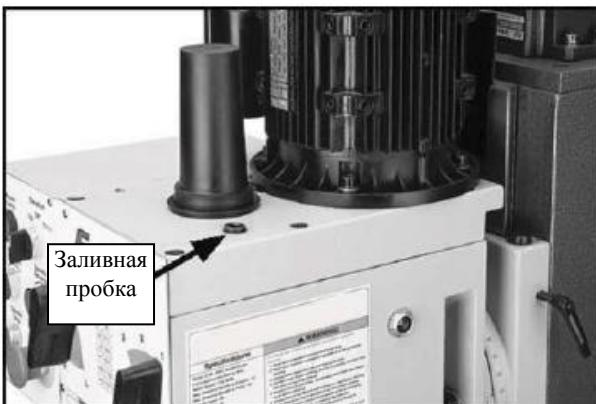

Рисунок 26. Маслозаливная пробка шпиндельной бабки.
3. Снимите заливную пробку (см. Рисунок 26).